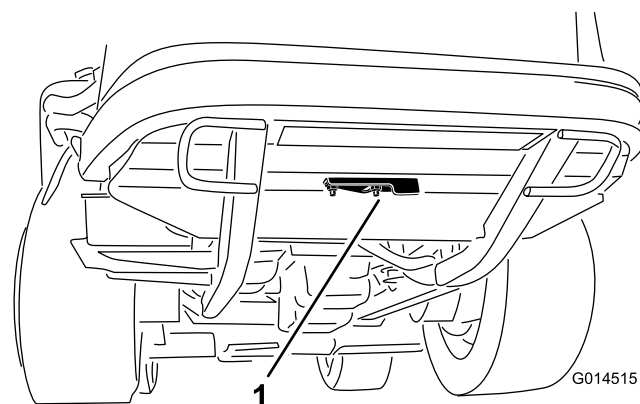

図 82
2. クリーンアウトカバーを後フレームの下側に固定しているフランジナットをゆるめる(図 82)。カバーをめくると、フレームのクリーンアウトホール清掃穴が露出する。